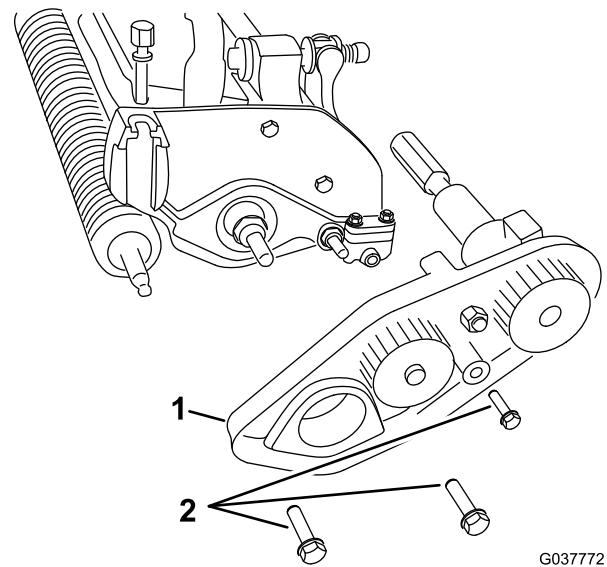

Bild 8
4. Entfernen Sie die drei Schrauben, mit denen der Riemenantrieb an der Schneideinheit befestigt ist, falls vorhanden, und nehmen Sie alle Teile ab (Bild 8).